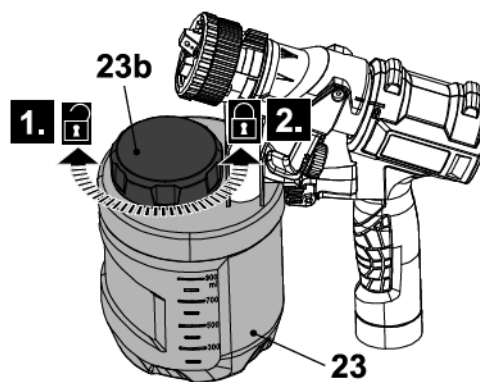

Fig. 1
- > Desenrosque el tapón de llenado rápido (23b) del recipiente de pintura (23) (Fig. 1, paso 1).
- > Vierta la pintura en el recipiente de pintura (23) hasta la línea de marcado de 900 ml como máximo.
- > Vuelva a colocar el tapón de llenado rápido (23b) en el recipiente de pintura (23) y ajústelo (Fig. 1, paso 2).